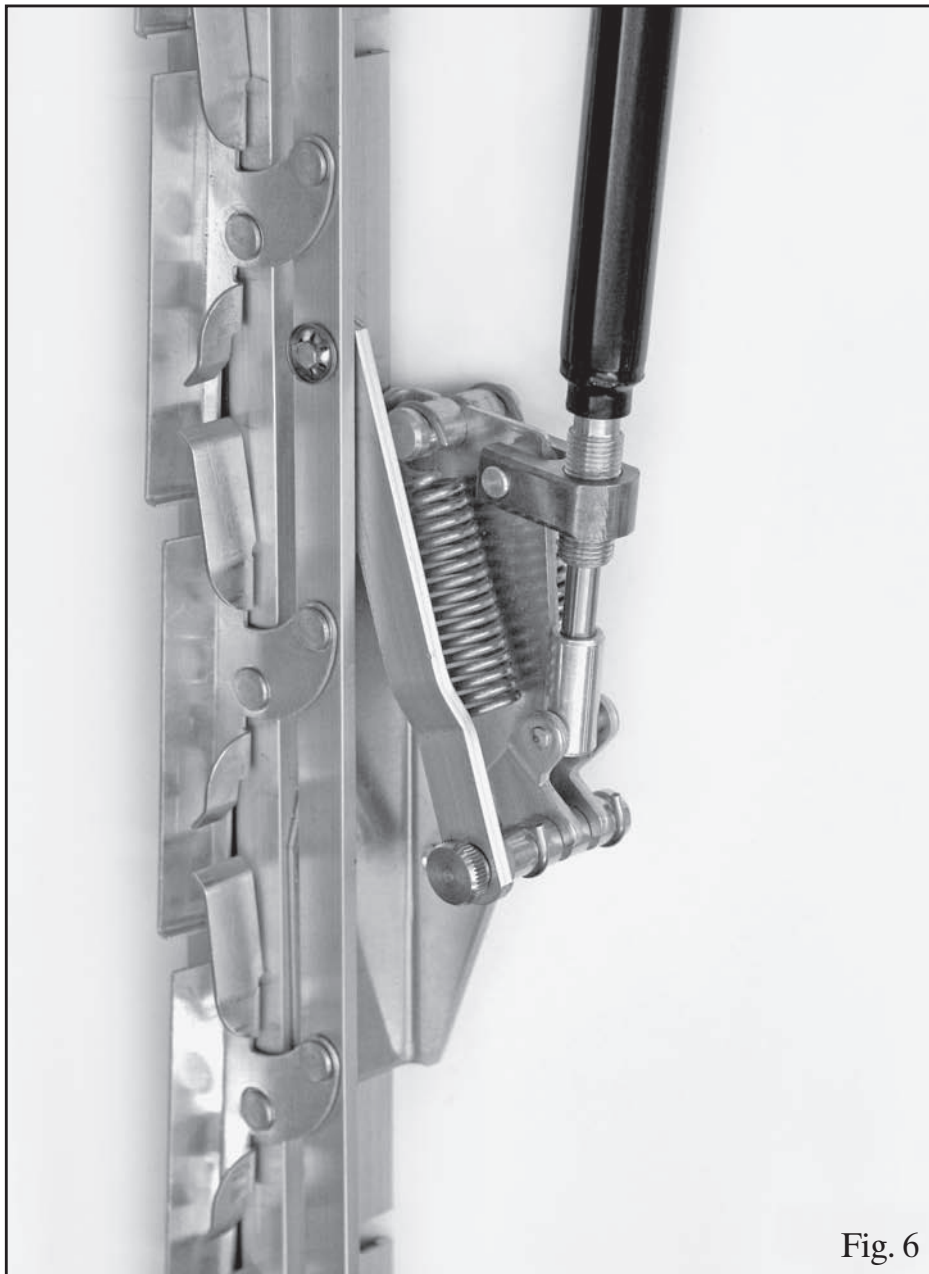

Fig. 6
11. Den Zylinder in das Zylindergehäuse (2) drehen, bis auf jeder Seite des Gehäuses gleich viel vom Gewinde zu sehen ist. Darauf achten, dass die Kolbenstange in den Halter (4) eingreift – siehe Abb. 6